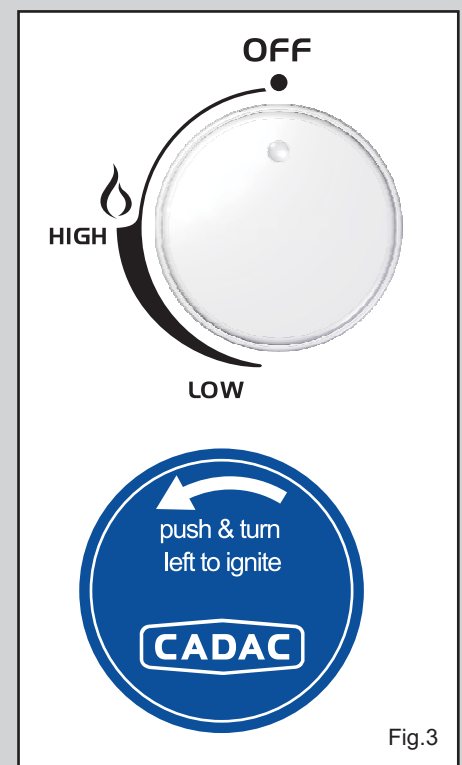

Fig.3
- Utilisez les boutons de contrôle pour régler l'intensité de la flamme des brûleurs individuels au niveau voulu en tournant le bouton dans le sens inverse des aiguilles d'une montre pour réduire la flamme, et dans le sens des aiguilles d'une montre pour l'augmenter (voir fig. 3). En cas d'apparition de grandes flammes, vérifiez tout d'abord que les orifices d'alimentation en air du tube de mélange du brûleur ne sont pas bloqués.